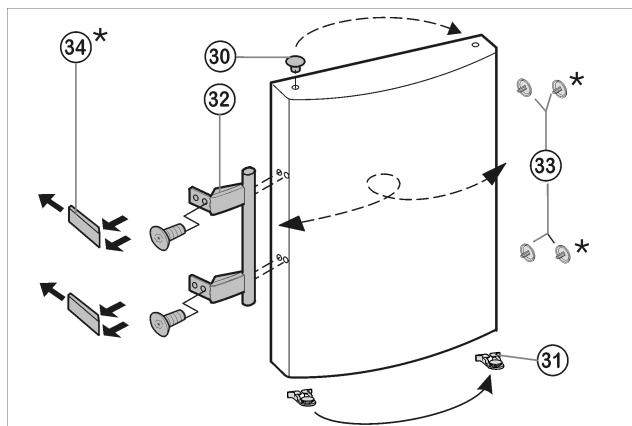

Fig. 7
- Zátky Fig. 7 (33) vyjměte z pouzdra ložisek dveřek a přemístěte je.
- Madlo dveří Fig. 7 (32), zátky Fig. 7 (33) a krycí destičky\* Fig. 7 (34) odmontujte a přemontujte na protější stranu.